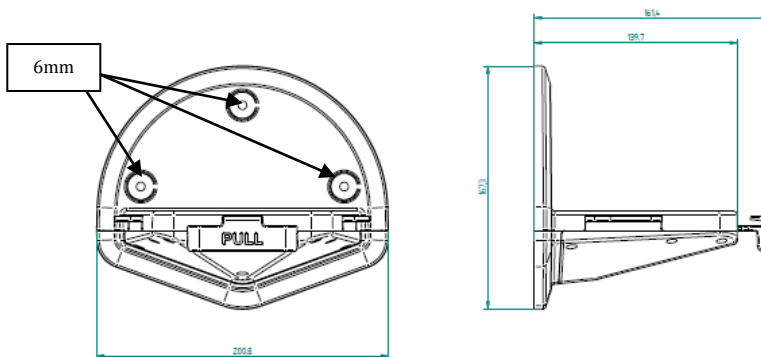

FIG. 2
- Trace en la pared de montaje los centros de los agujeros (véase la Fig. 2).